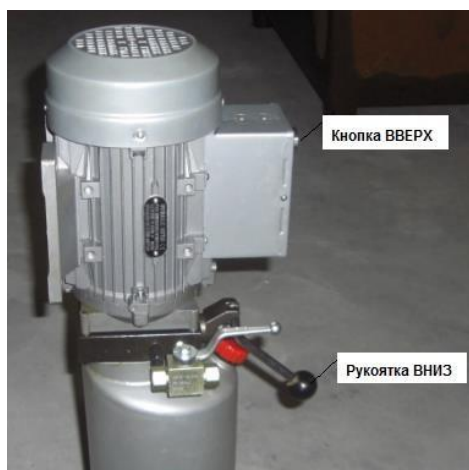

Рис. 27 Стандартное оснащение (гидравлическая станция без пульта управления)
- Проверьте ровность со всех сторон плана для левой и правой платформ с помощью прозрачной уравнивательной трубы или измерителя уровня (рис. 27)